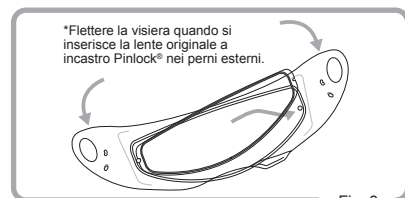

Fig. 3
2. Flettere la visiera con attenzione fino a renderla piatta. Quindi, agganciare l'altro lato della lente originale a incastro Pinlock® nei perni eccentrici prima di lasciare attentamente che la visiera torni alla curvatura originale. Assicurarsi che la lente originale a incastro Pinlock® si inserisca saldamente nella scanalatura (Fig. 3, 4 e 5). (Il punto 3 segue alla prossima pagina)